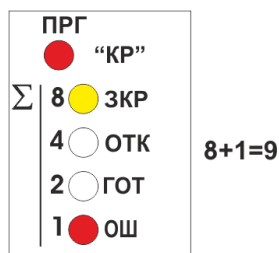

Рисунок 7 - Пример индикации значения уставки =9
1.9.3 В режиме изменения уставки светодиоды ЗКР(8), ОТК(4), ГОТ(2), ОШ(1) отображают в двоично-десятичном формате значение уставки от 0 до 15, которое вычисляется как сумма разрядов (8, 4, 2, 1) горящих светодиодов. Пример на рис.7.